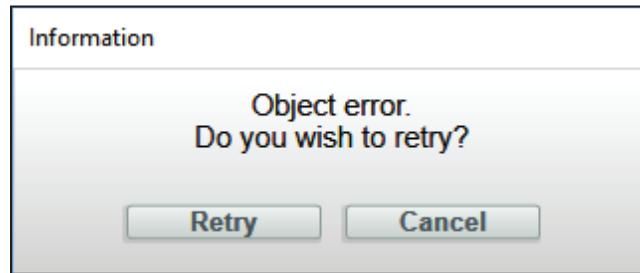

Figura 17. Mensagem de erro de objeto.
**PASSO 3.** Tente uma nova conexão com o religador TripSaver II. Rearme o transceptor USB se a mensagem de erro de temporização persistir (ver Figura 16 na página 18) ou se for exibida uma mensagem de **Erro de Objeto** (ver Figura 17) (essa condição é verificada com mais frequência quando houver conexões a religadores TripSaver II consecutivamente usando o mesmo computador).